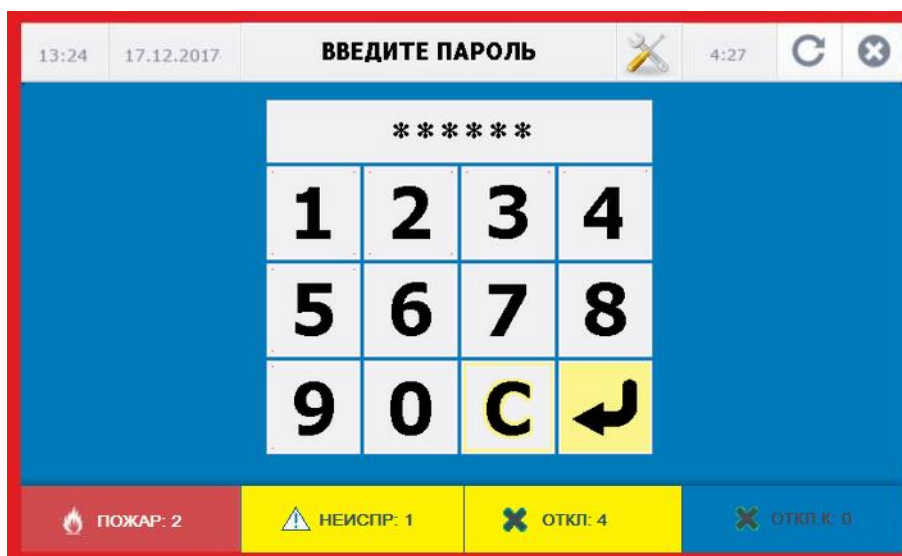

Рисунок 23. Меню ввода пароля.
- ✓ «**Сброс**» - запускает процедуру ручного сброса состояния ППКПиУ. При нажатии кнопки в рабочем окне появляется меню ввода пароля для осуществления процедуры сброса состояния ППКПиУ (рисунок 23).